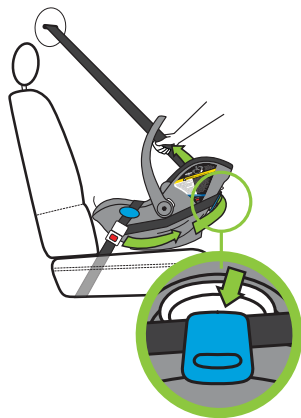

Figura 77
- Con una mano sujetando firmemente el cinturón de hombro para que no se retraiga, envuelva el cinturón de hombro alrededor de la parte trasera del portabebé con la otra mano y meta el cinturón de hombro en la guía azul del cinturón de hombro, como se muestra en la **Figura 77**.